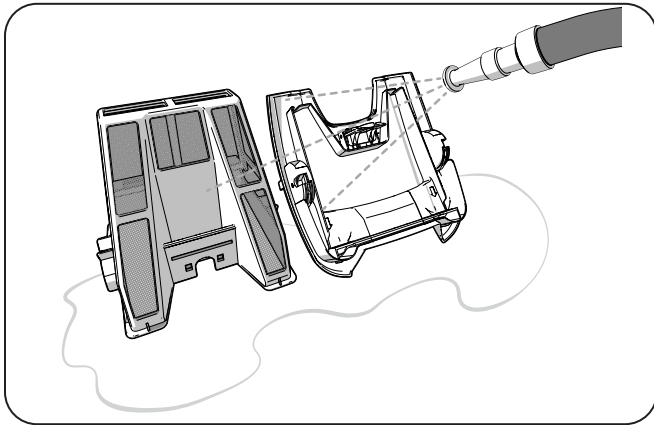

Figura 12. Enjuague el cartucho del filtro
- Con una manguera con agua limpia, enjuague el cartucho del filtro y la tapa para eliminar todos los residuos (Figura 12).